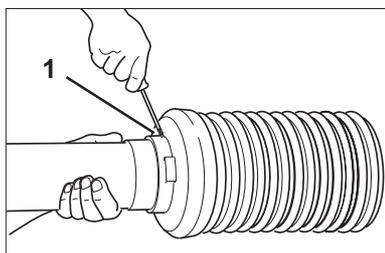

Fig. 5.3
- Dévissez la vis d'arrêt (fig. 5.3/1).